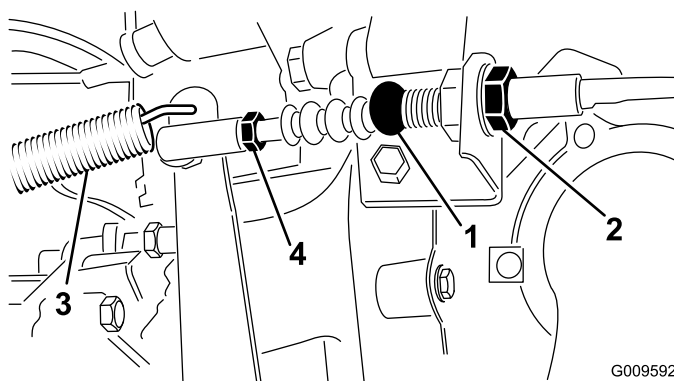

Bild 73
1. Lösen Sie die Klemmmuttern, mit denen das Kupplungskabel an der Halterung am Glockengehäuse befestigt ist (Bild 73).